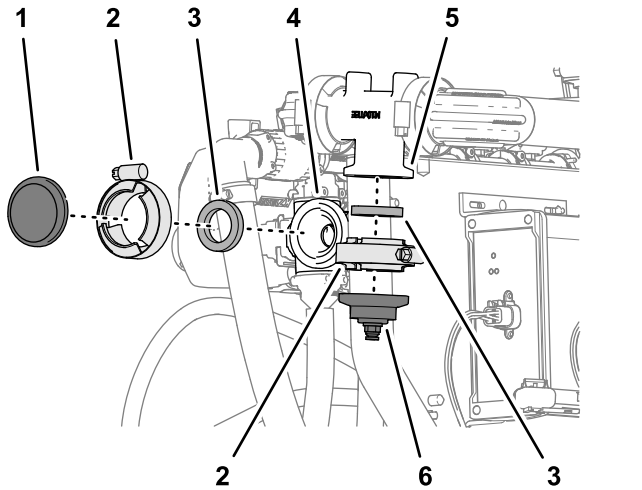

Figura 137
1. Retire la brida de fijación y la junta que sujetan el tapón simple a la brida de la válvula de boquilla 10 (Figura 137).
2. Retire la brida de fijación y la junta que sujetan el tapón y el conector de tubo a la brida del distribuidor del caudalímetro (Figura 137).